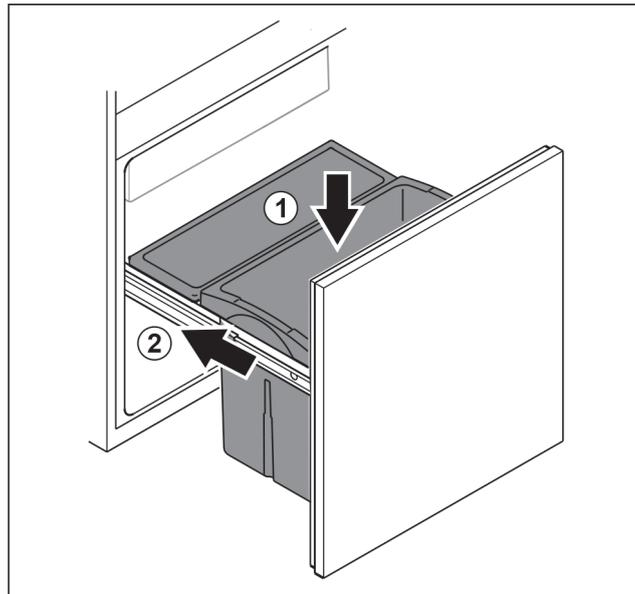

Fig. 106
- ▶ Schubfach von oben einsetzen. Fig. 106 (1)
- ▶ Auszugswagen einschieben. Fig. 106 (2)